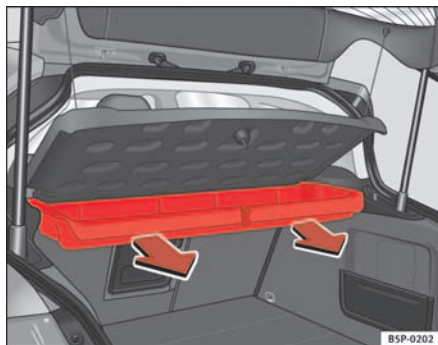

Abb. 120 Ausbau des Ablagefachs
- Nach außen ziehen, bis der Kisten aus den Drehhaltern gelöst ist \Rightarrow Abb. 120.